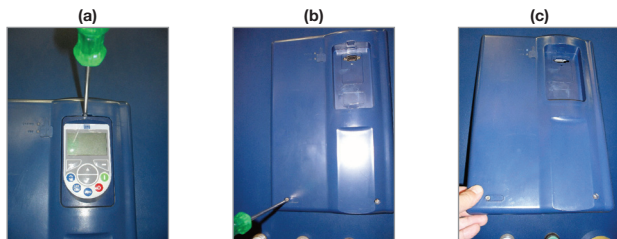

Figura 2: Remoção da tampa frontal
Passo 1: Com a SSW7000 desenergizada, retire a tampa frontal (figura 2);